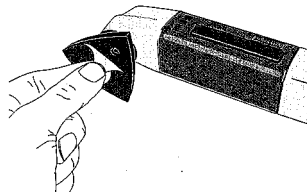

Fig. 3
1. Schleifscheibe entfernen (Fig. 3)
1. Schleifscheibe an einer Ecke fassen (Fig. 3) und abziehen.
1. Hold grinding wheel at one corner (Fig. 3) to remove.
1. Remove grinding wheel (Fig. 3)